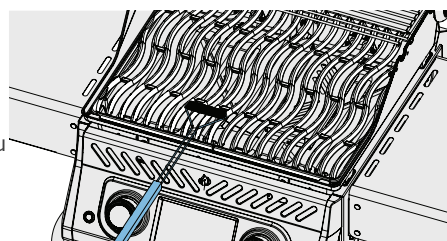

Abb. 4
- Edelstahlgrillroste können gereinigt werden, indem der Grill vorgeheizt und ein Drahtbürste verwendet wird, um Rückstände zu entfernen. (Abb. 4)